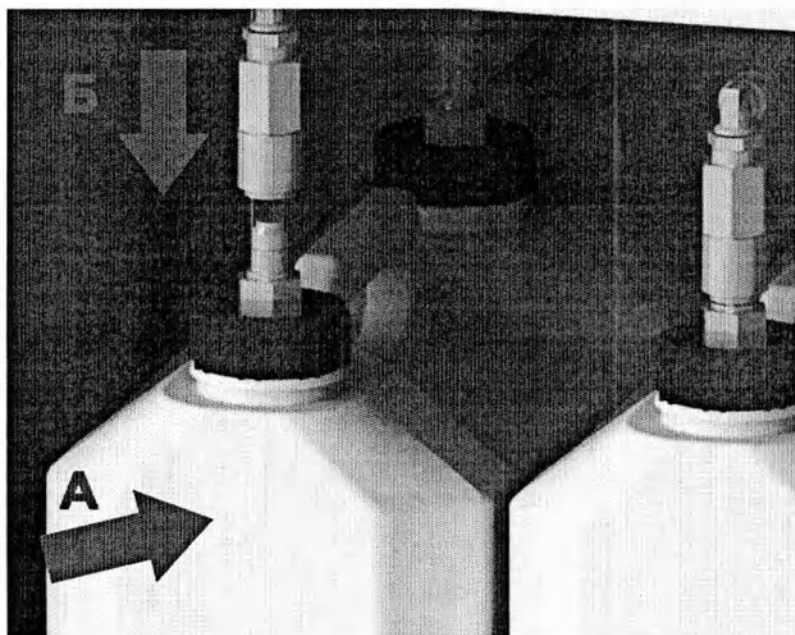

Рисунок 5.4 – Установка емкости для реагентов
4. Установите каждую емкость на соответствующие места в отсеке для реагентов (Рисунок 5.4) (положение А) и подсоедините штуцер крышки емкости для реагентов к быстросъемной розетке (положение Б) до щелчка.